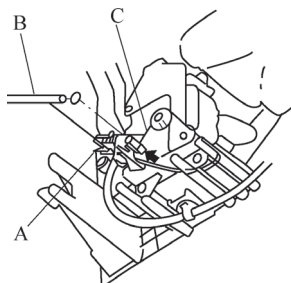

图 5-150 从空气混合控制联动装置上拆下加热器阀拉线
2) 如图 5-150 所示，在仪表板下，从拉线夹 A 上断开加热器阀拉线罩，从空气混合控制联动装置 C 上拆下加热器阀拉线 B。